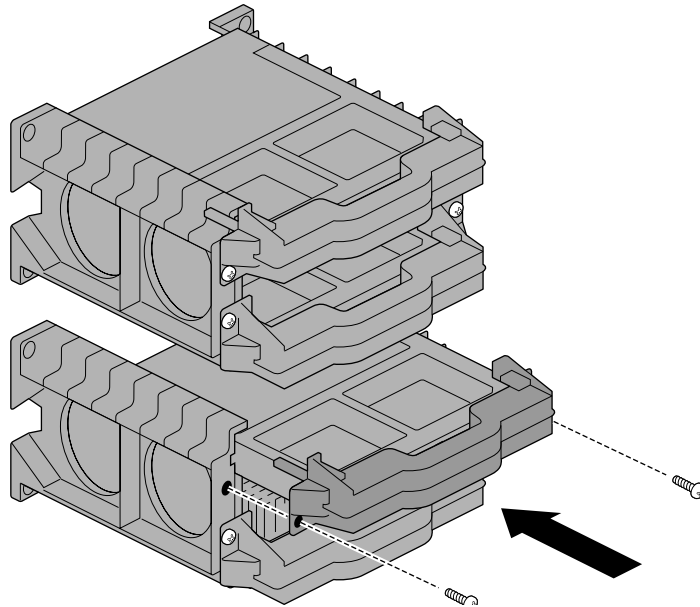

Figure 6-10 Insertion de la carte de terminaison
8. Si vous n'installez pas d'autre processeur, insérez une carte de terminaison dans l'emplacement du processeur, comme indiqué à la Figure 6-10.